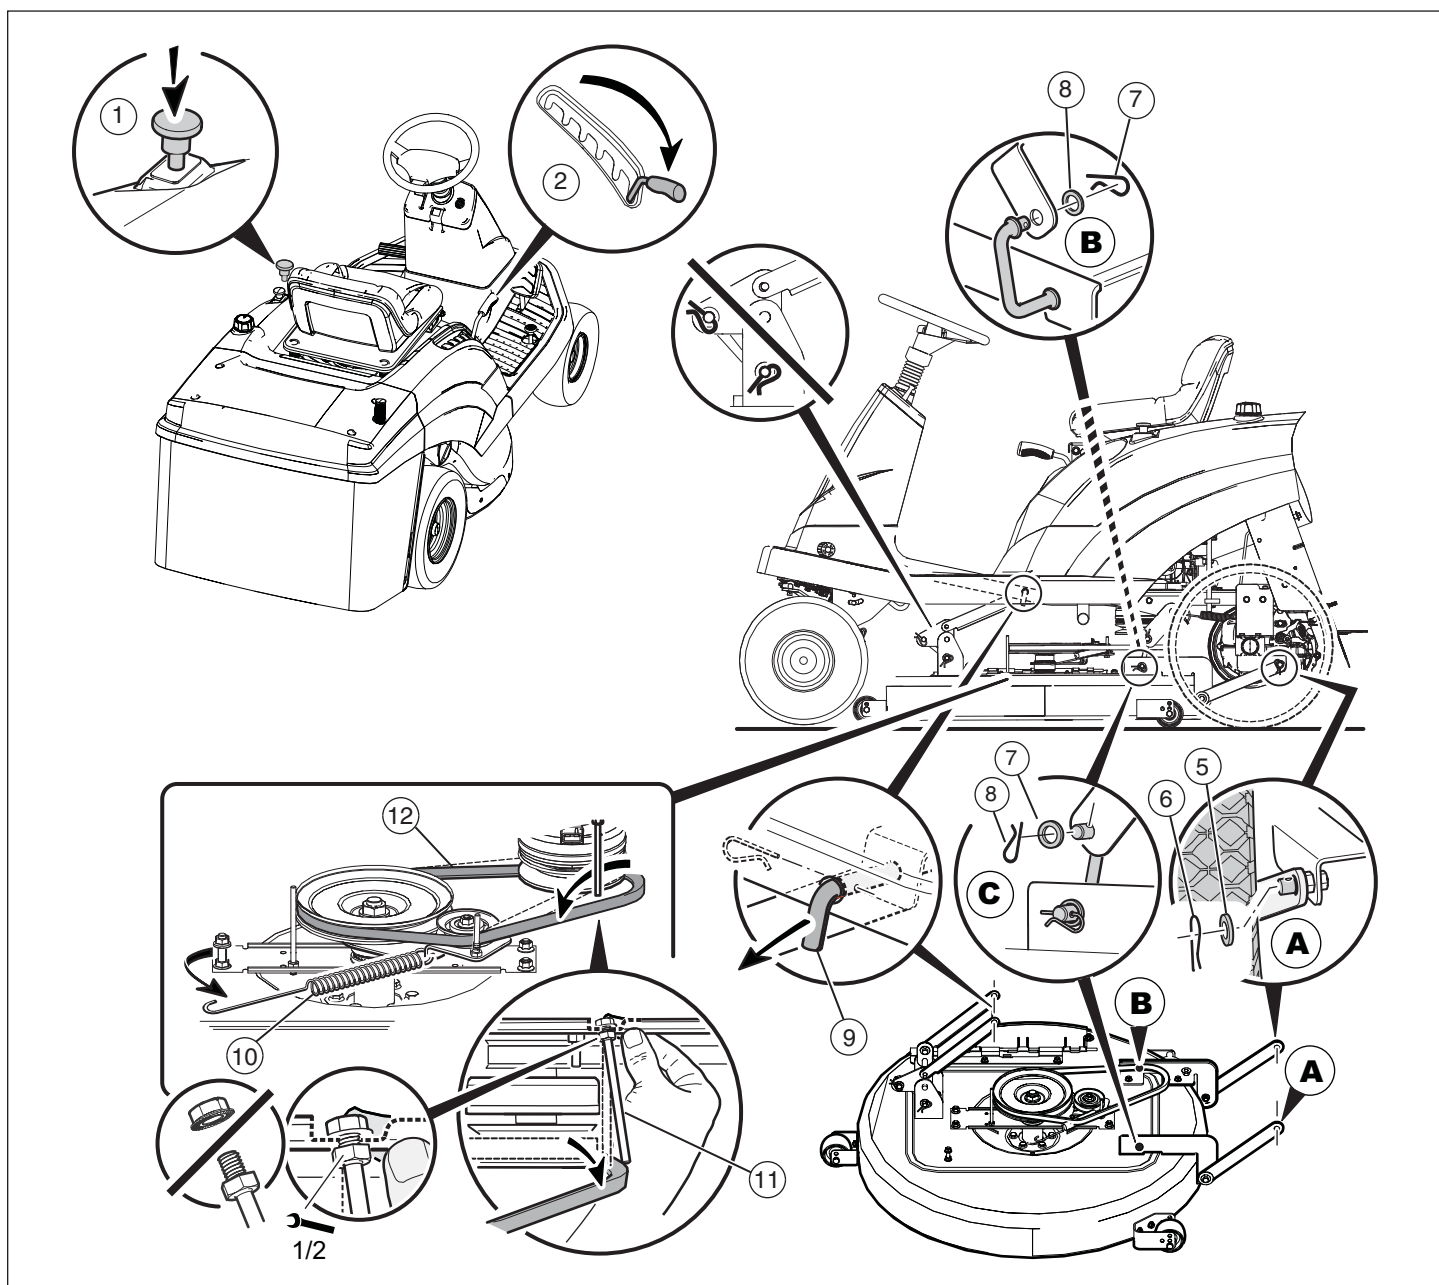

Figuur 34
2. Verwijder de veer (1) van de maaidekstang.
3. Maak de riemgeleider (2) los van de aandrijfriemschijf (zie **Figuur 34**).
4. Verwijder de flensmoer (3) van de bovenkant van de tussenriemschijf (4) en verwijder de tussenriemschijf.
5. Verwijder de aandrijfriem (5) van het maaidek.